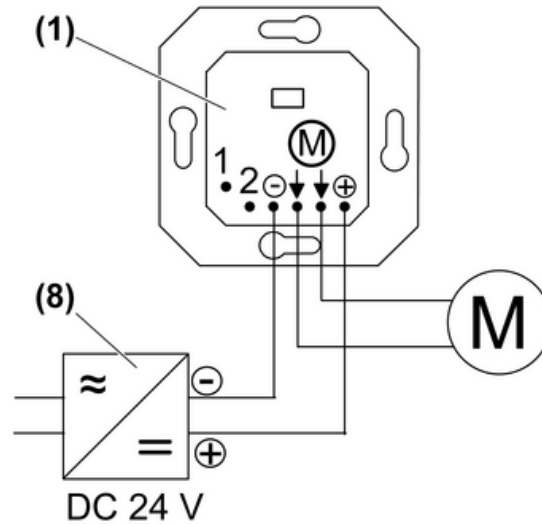

Bild 3: Anschlussplan Einsatz
- Jalousiemotor und Netzgerät (8) nach Anschlussplan (Bild 3) an den Einsatz (1) anschließen.